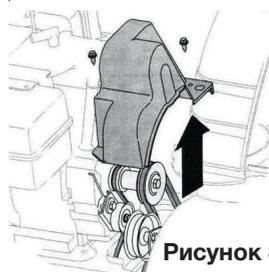

Рисунок 32
1. Снимите крышку ремня на передней части двигателя, открутив два самореза. См. рисунок 32.